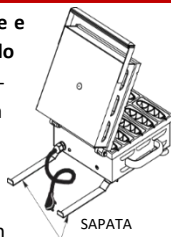

Figura 1
- Caso o equipamento possua **sapatas traseiras**, elas devem ser posicionadas paralelamente, conforme ilustrado na **Figura 1**. Essas sapatas determinam a **distância mínima entre o equipamento e a parede**, garantindo ventilação e segurança.